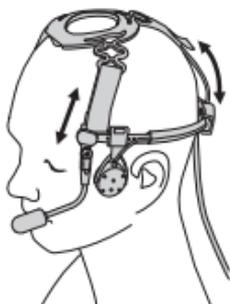

Abbildung 2: Tragen des Schläfen-Übertragers für hohe Anforderungen
1. Tragen Sie den Schläfen-Übertrager für hohe Anforderungen wie in Abbildung 2 dargestellt.